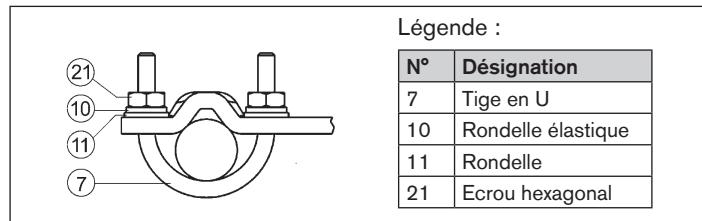

Fig. 30 : Fixer l'équerre de montage sur le portique
- Fixer l'équerre de montage avec les tiges en U (7), les rondelles élastiques (10), les rondelles (11) et les écrous hexagonaux (21) sur le portique. (voir « Fig. 30 »).